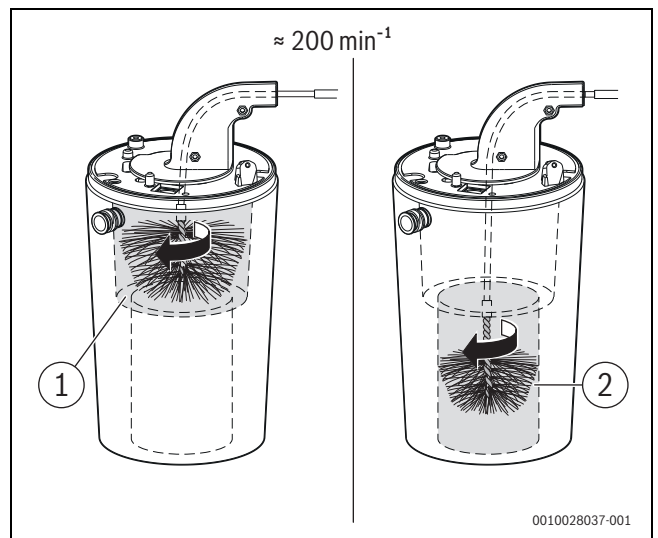

Bild 126 Wärmeblock reinigen (ca. 200 min⁻¹, nur Rechtslauf)
- ▶ Mit kleiner Bürste für den unteren Bereich wiederholen (→ Bild 126, [2]).